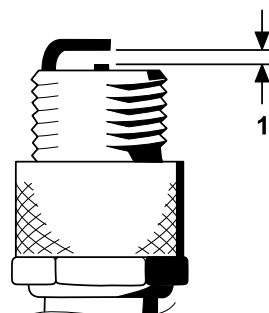

Figura 35
4. Ajuste a folga existente entre a zona central e lateral do elétrodo para 0,76 mm, como se mostra na Figura 35.